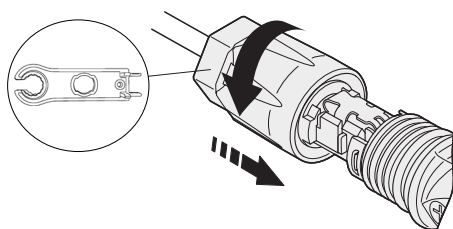

Fig. 48. Bloqueo del conector.
5. Empujar el conector de la batería hasta la unión roscada y usar una llave abierta para bloquear firmemente el conector con una torsión de 2 Nm., como se muestra en la Fig. 48.